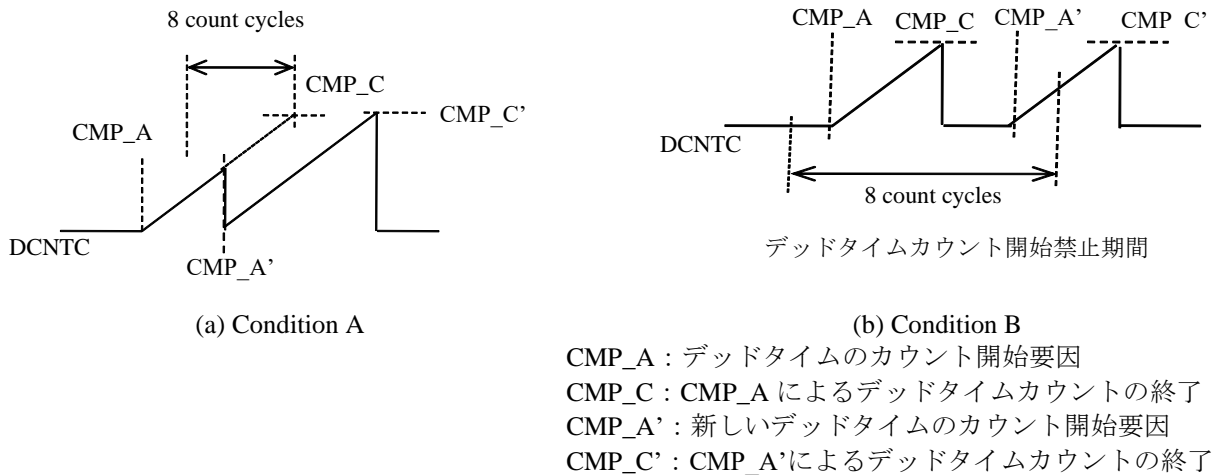

図 15-17 デッドタイムカウンタの禁止波形 (DCNTC の場合)
- 条件 A : デッドタイムカウンタが動作している間に、再度デッドタイムのカウントを開始する別のイベントが、デッドタイムのカウントが終了したタイミングから、1~8 カウントサイクルの前の期間に発生した場合 (図 15-17(a)参照)。
- 条件 B : PWM カウンタが、アップモード (PWMnCNTMD.PWMCM = 0) で動作しているときに、同じデッドタイムカウンタが、8 カウントサイクル内に 2 回以上カウントを開始する場合 (図 15-17(b)参照)。